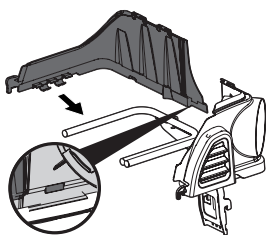

Figure 10
4. Sinsérez le support du couvercle supérieur sur la barre de support de l'ensacheuse en l'inclinant légèrement. Faites pivoter l'ensemble vers le bas et dans l'ensemble du support de goulotte, en veillant à ce que la languette (illustrée à la Figure 10) soit verrouillée en place.